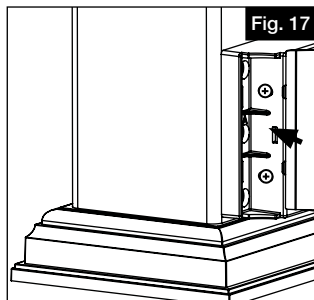

Fig. 17
- Haga coincidir la letra del interior de la tapa del soporte con la letra del soporte, y encaje la cubierta en su sitio. Repita la operación con todos los soportes (Fig. 17).